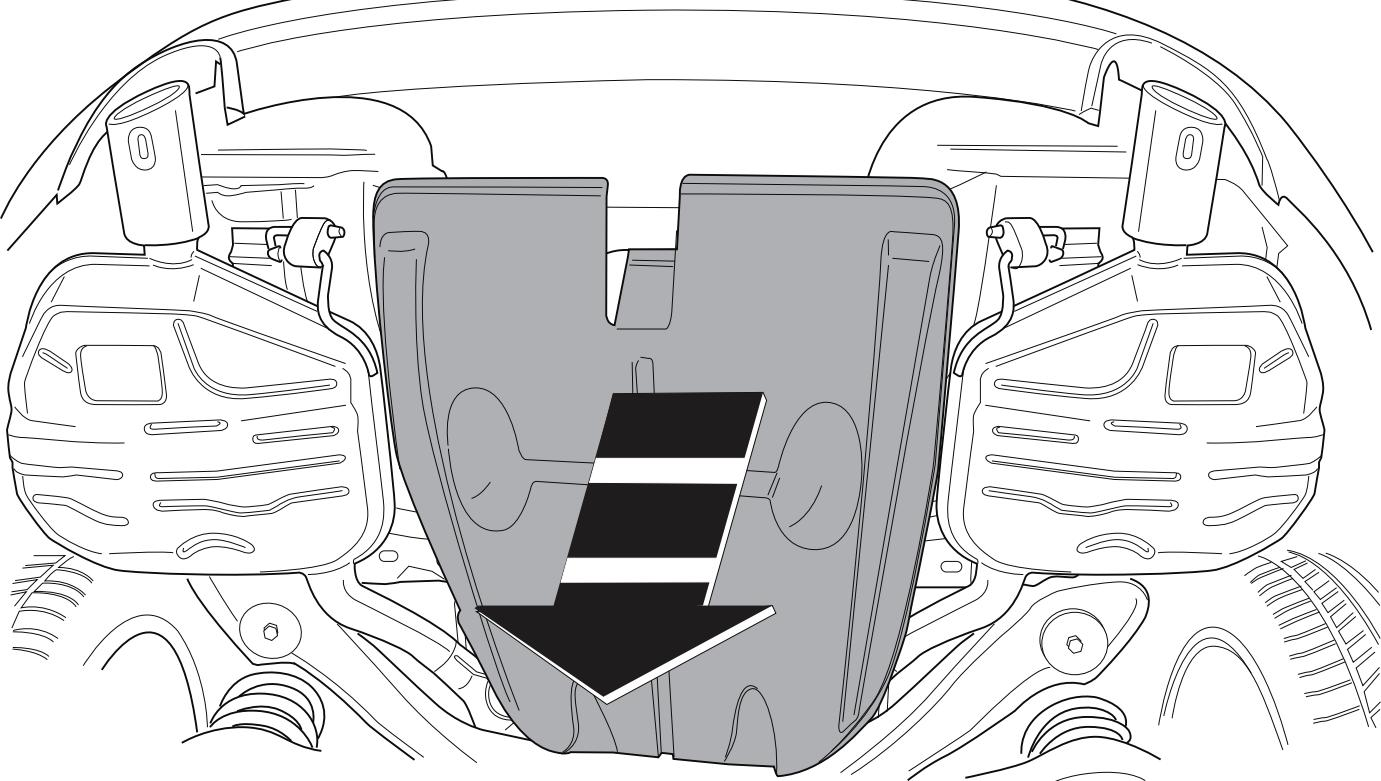

Fig.1
1. Remove, if present, the plastic cover plate in the centre on the underside. See figure 1.
1. An der Unterseite in der Mitte, falls vorhanden, die Abdeckplatte aus Kunststoff demontieren. Siehe Abbildung 1.
1. Démonter, si présent, la plaque de recouvrement en plastique au milieu de la partie inférieure. Voir la figure 1.
1. Demonter, om de findes, kunststof dækkepladen midt på undersiden. Se fig. 1.